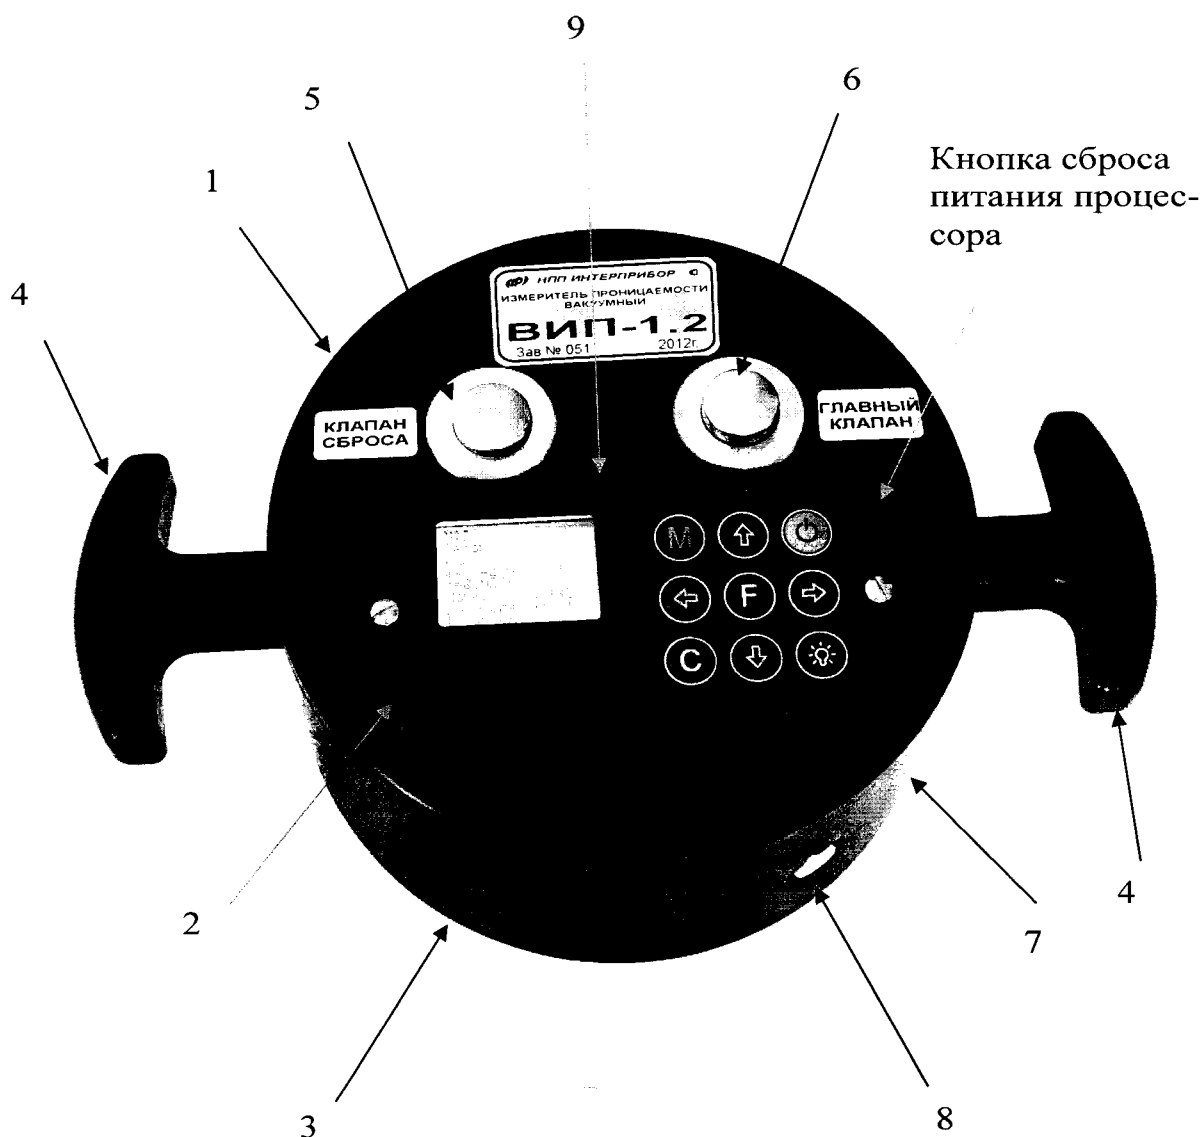

Рисунок 1 - Внешний вид прибора
Прибор (рисунок 1) представляет собой моноблочное устройство, в котором объединены измерительный блок 1, встроенный вакуумный насос (на рисунке не показан) и электронный блок 2.
4.5.4 Пункт главного меню **АТМОСФЕРНОЕ ДАВЛЕНИЕ** позволяет перед каждым испытанием измерять и сохранять в памяти прибора величину атмосферного давления для корректного вычисления параметров проницаемости. При открытом клапане 6 с маркировкой «Главный клапан» (рисунок 1) нажать клавишу **M**, электронный блок сохранит в память прибора текущее значение атмосферного давления, и программа выйдет в главное меню. При нажатии клавиши **F** прибор перейдет в главное меню без сохранения изменений.